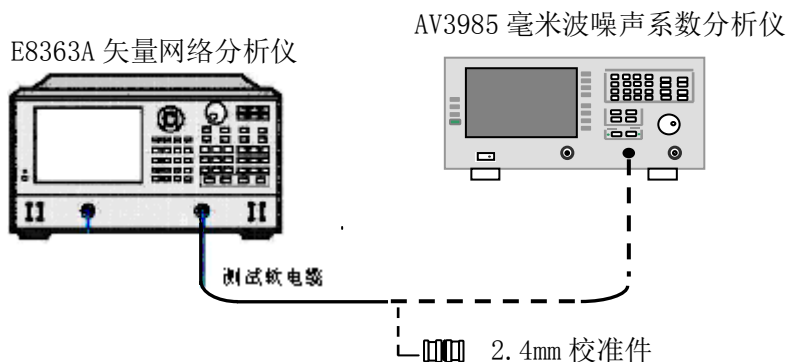

图 10-8 输入端口驻波比测试框图
- 4) 如图 10-8 所示连接测试设备，打开噪声系数分析仪。